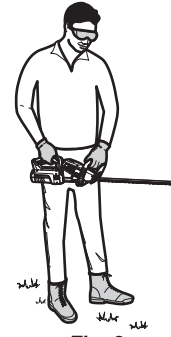

Fig. 9
- Párese en la posición de arranque (Fig. 9). Párese derecho. No se incline sobre el aparato.